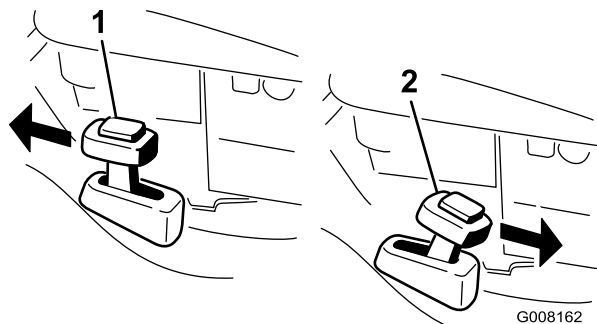

Figura 19
2. Pulse el botón situado en la palanca de Reciclado/ensacado y mueva la palanca al modo de **reciclado** (Figura 19).
2. Para ensacar los recortes de hierba, instale la bolsa de recortes (consulte Instalación de la bolsa de recortes). Pulse el botón situado en la palanca de Reciclado/ensacado y mueva la palanca al modo de **ensacado** (Figura 19).
**Nota:** La palanca de reciclado/ensacado debe estar en el modo de **ensacado** (Figura 19).